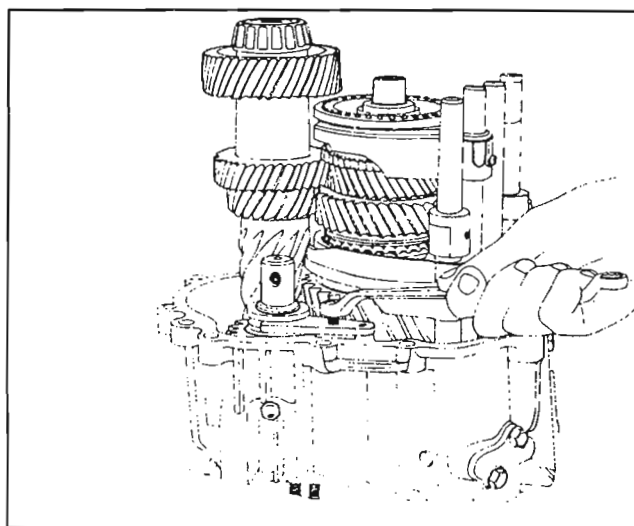

Fig. 104
Coloque la placa de retención (86) en el collar del piñón loco de la marcha atrás, colocando simultáneamente su pin en la carcasa. Apriete el tornillo (52) con la arandela de muelle (53) en la carcasa. *Fig. 104*